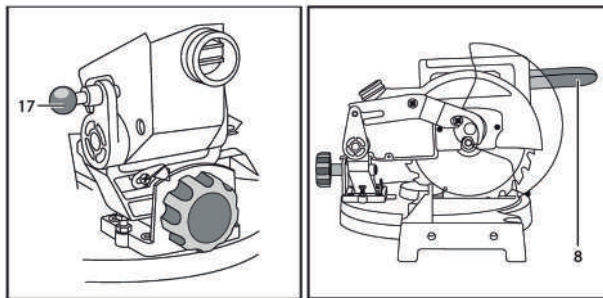

Рис. 2
**2.** Приведите изделие в рабочее положение, для чего приопустите головку за рукоятку (8) и извлеките стопорную шпильку (17). Придерживая рукоятку (8), дайте головке возможность под действием пружины переместиться в верхнее положение. (Рис. 2)